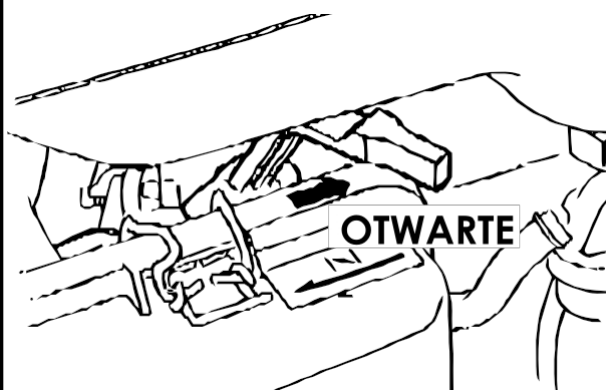

Fig. 3
6. După ce motorul s-a încălzit, mutați maneta de aspirare spre dreapta **Fig. 3**.